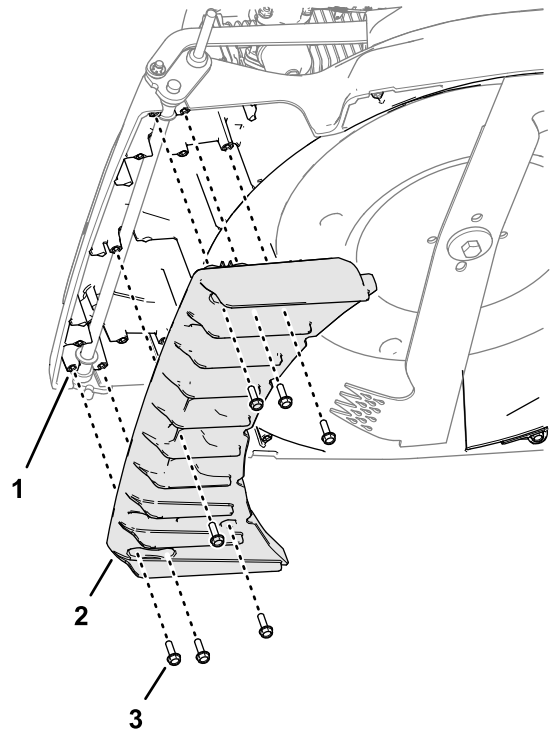

Figure 7
2. Retirez les 7 vis à embase autotaraudeuses (6 x 20 mm) qui fixent les ailettes avant aux supports du plateau de coupe, et déposez les ailettes (Figure 7).